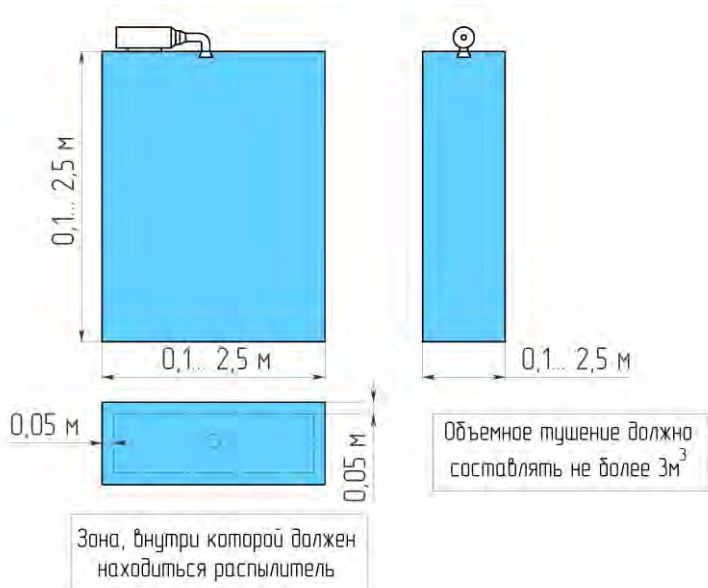

Рисунок 1 – Объемное тушение очагов классов «А» и «В». Насадок модуля заведен сверху.
2.2 Огнетушащая способность МПП «Гранат-1» в защищаемой области при объемном тушении очагов пожара классов «А» и «В» приведена на рис.1,2.